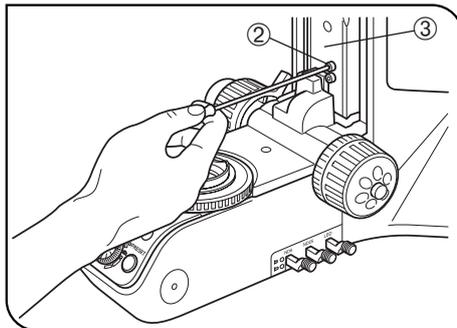

Fig. 16
3. Ruotare la manopola macrometrica e sollevare il gruppo di messa a fuoco ③ fino a vedere la vite di fermo ② del braccio (Fig. 16).
4. Svitare e togliere la vite di fermo superiore ② con un cacciavite a brugola.